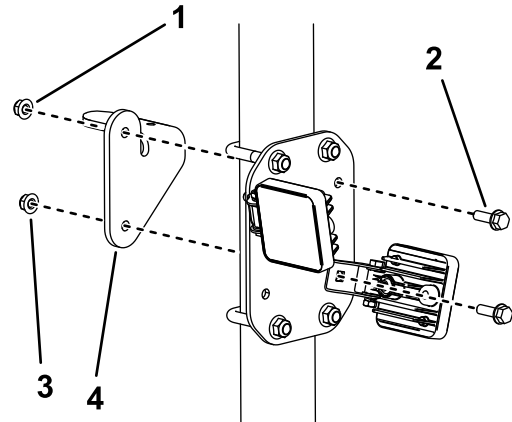

Figure 2
2. Montez le gyrophare sur le support et installez l'ensemble comme montré à la Figure 2.